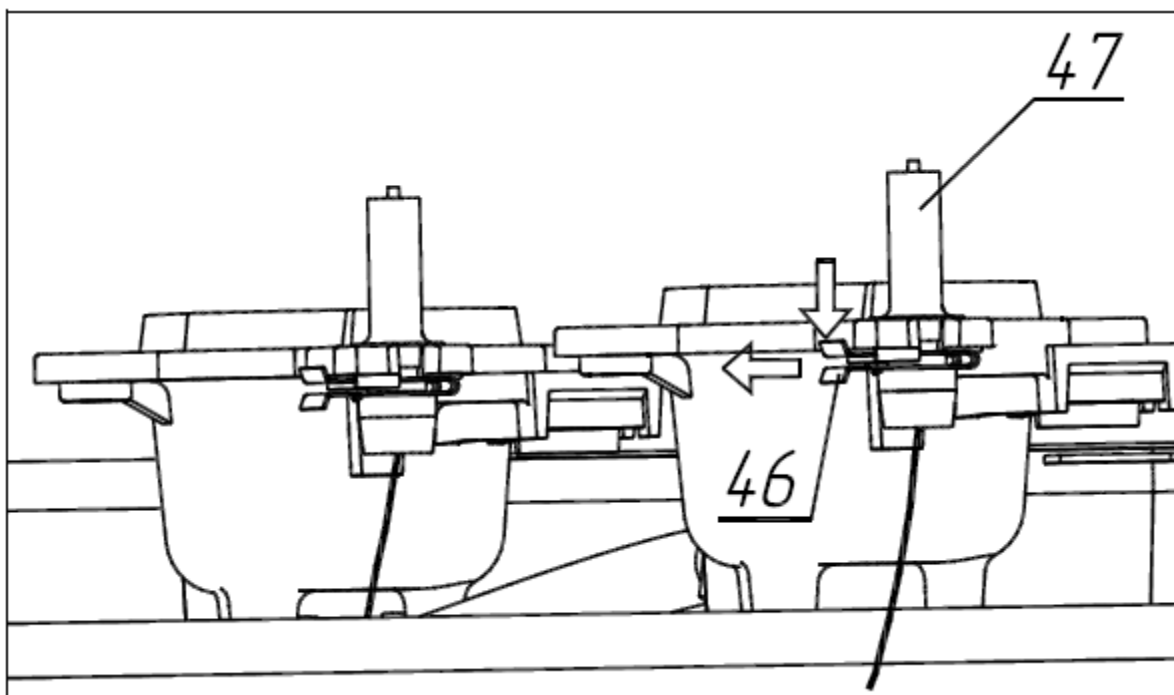

Рисунок 13 - Замена свечей розжига
- нажать на верхний язычок защёлки (46) и вытянуть её из паза свечи (47) (см. рис. 13);